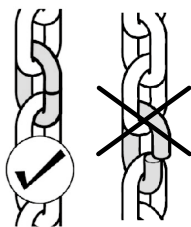
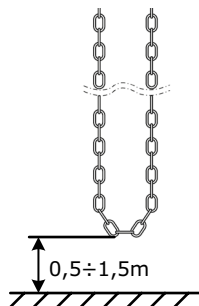

Рисунок 6
Рисунок 7
- цепь собирается и разбирается с помощью специальных звеньев (рис. 6). Край цепи аварийного ручного управления в собранном состоянии должен находиться на высоте  $0,5 \div 1,5$  метра (рис. 7). При необходимости укоротите цепь. Максимальная длина цепи в комплекте поставки привода 10 м. Если длины цепи недостаточно, то требуется приобретать отдельно цепь требуемой длины.